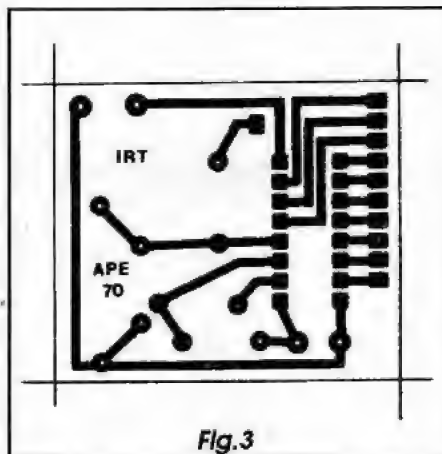

Fig.3
- FIG. 3 - LAY OUT DO CIRCUITO IMPRESSO ESPECÍFICO - A plaquinha tem um padrão cobreado muito simples, mostrado em tamanho natural na figura... Embora até possa ser realizada a traçagem (após a cópia, com carbono...) com caneta, mesmo do tipo descartável, o nosso conselho é para que se use os decalques apropriados, principalmente devido à presença do integrado, com suas *ilhazinhas* pequenas e próximas umas das outras... No mais, o *lay out* é muito simples, difícil de levar a um erro ou confusão (basta atenção e cuidado...). Ainda na realização e na utilização final do impresso, o caro leitor/*aluno* terá informações complementares importantes no encarte permanente, INSTRUÇÕES GERAIS PARA AS MONTAGENS, que deve ser consultado pelos principiantes, ou por qualquer um que ainda tenha dúvidas a respeito... Em qualquer caso, o mais importante é conferir tudo muito bem, ao final da confecção, corrigindo eventuais defeitos encontrados no padrão cobreado, *antes* de iniciar a inserção e soldagem dos terminais dos componentes...